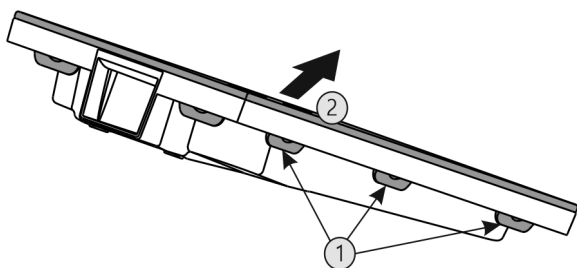

Fig. 56
- Premere una dopo l'altra tutte le linguette Fig. 56 (1) e rimuovere la copertura Fig. 56 (2).